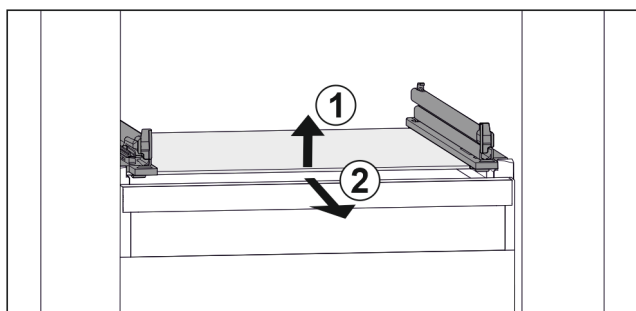

Fig. 65 Příklad znázornění skleněné desky
- ▶ Nadzvedněte skleněnou desku vpředu. Fig. 65 (1)
- ▶ Vyjměte skleněnou desku dopředu. Fig. 65 (2)